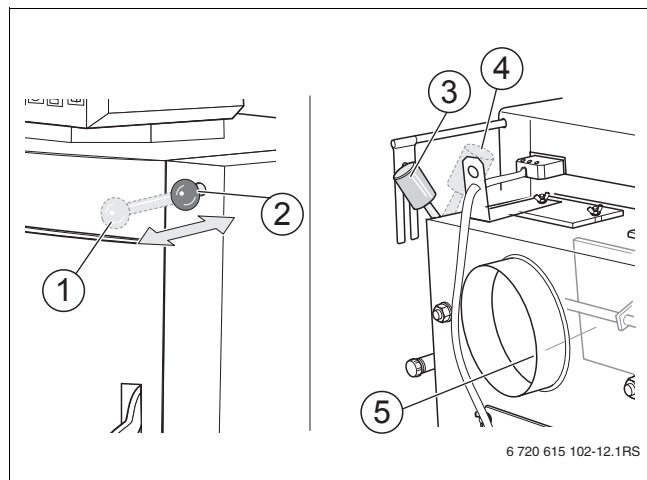

Fig. 16 Serranda di aiuto accensione aperta e chiusa
- Aprire la serranda di aiuto accensione (→ fig. 16, pag. 18).